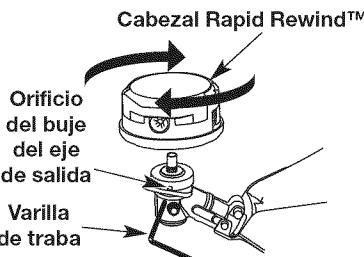

Fig. 22
- Alinee el orificio del buje del eje con la ranura de la varilla de traba e inserte la varilla de traba en el orificio del buje del eje (Fig. 22).
- Mientras sujet la varilla de traba, saque el accesorio de corte girándolo en sentido de las agujas del reloj hasta que salga del eje de salida (Fig. 22). Guarde el accesorio de corte para uso futuro.
- Coloque el conjunto de cabezal de corte en el eje de salida y hágalo girar en sentido contrario a las agujas del reloj hasta que quede apretado con la mano. (Fig. 22)